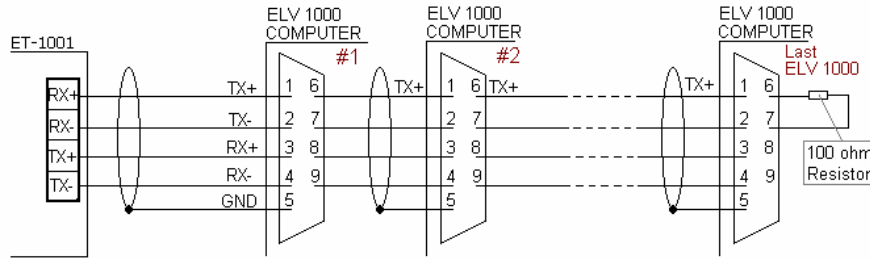

图 8.6.9
- ❖ 凡是最后一个 ELV 1000, 都必须接上 100 电阻 (如图 8.6.9)。